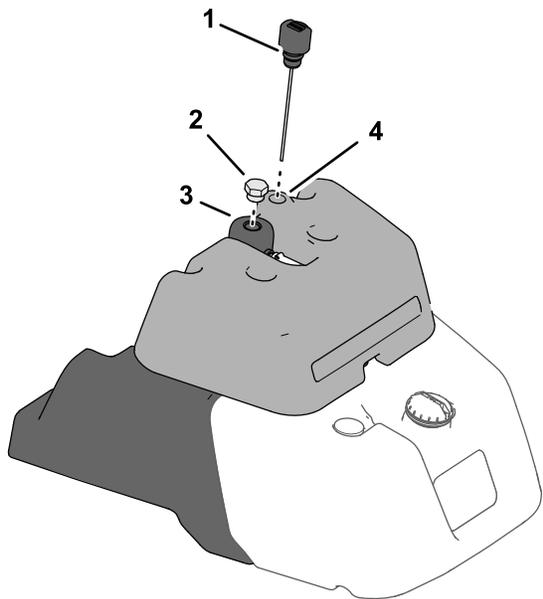

図 34
- 燃料タンク上部に燃料計が付いているマシンでは、リークディテクタのタンク上部にあるディップスティックを探し出し 図 34 ステップ 3 に進んでください。